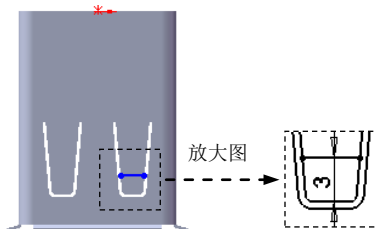

图 10.38 横断面草图
(3) 定义横断面草图。在草图平面中绘制图 10.38 所示的横断面草图。
(4) 定义绘制的折弯参数。定义绘制的折弯位置。在 **折弯位置:** 选项选取“折弯中心线”按钮 ，并在 文本框中输入值 90；取消 ☐ **使用默认半径(U)** 复选框，在 文本框中输入值 0.5。
(5) 单击 按钮，完成绘制的折弯 1 的创建。